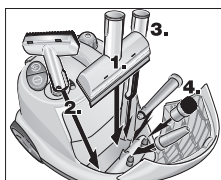

Fig. 10 : Espace de rangement pour les accessoires
- Placez la buse à main, la buse à jet crayon et les petites pièces dans l'espace de rangement pour les accessoires (voir fig. 10).